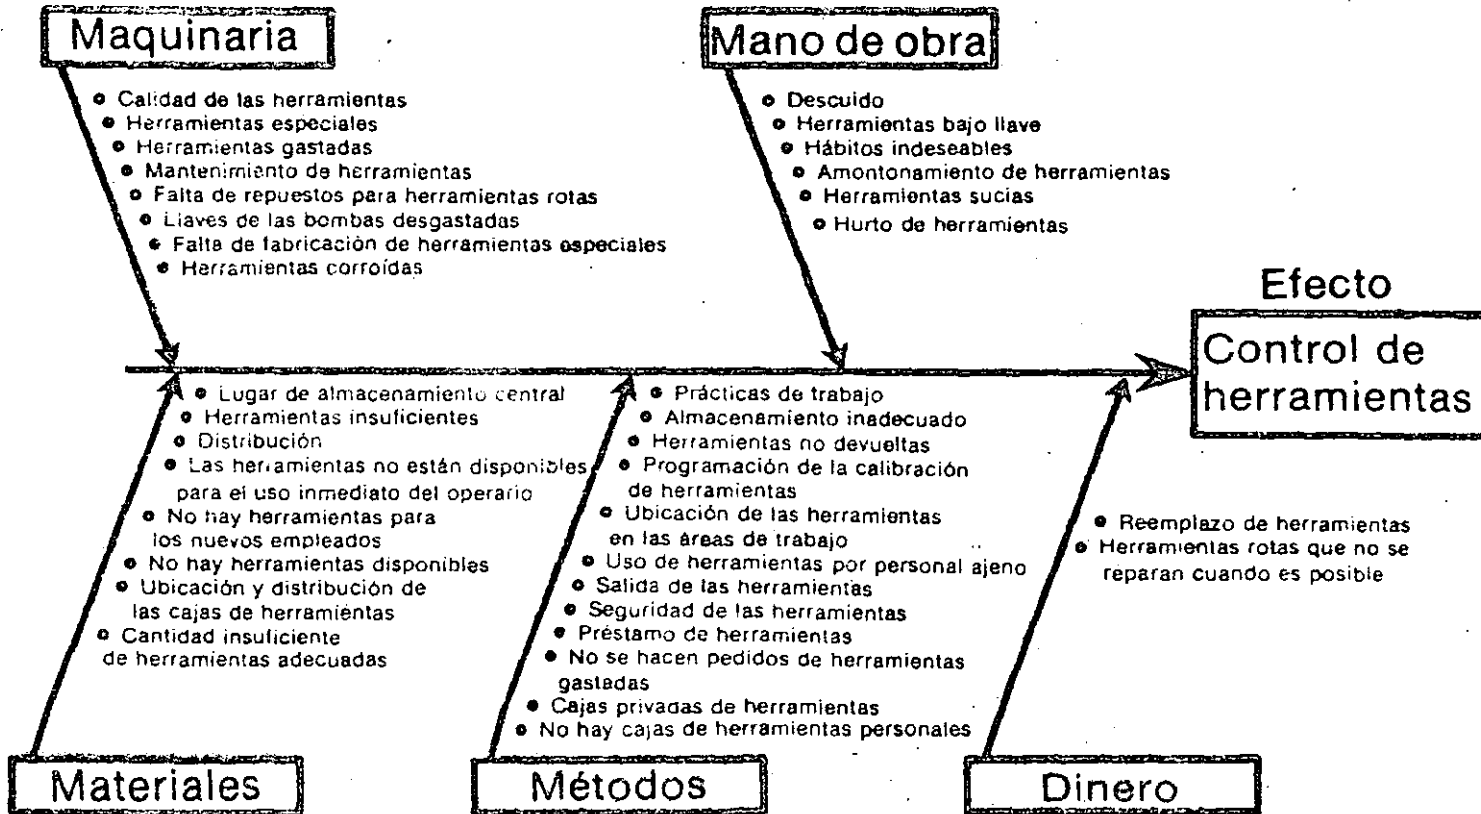

Figura A-1 Diagrama de causa y efecto.
- Ayudar al grupo a visualizar el problema (el que aparece en el cuadro "Efecto" de la figura A-1, p. 155.)